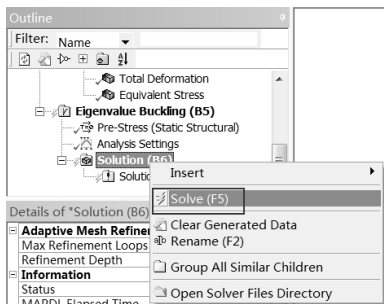

图 14-77 求解
Step4：在 Outline（分析树）中的 Eigenvalue Buckling（B5）选项上右击，在弹出的快捷菜单中选择 Solve 命令，如图 14-77 所示，此时会弹出进度显示条，表示正在求解，